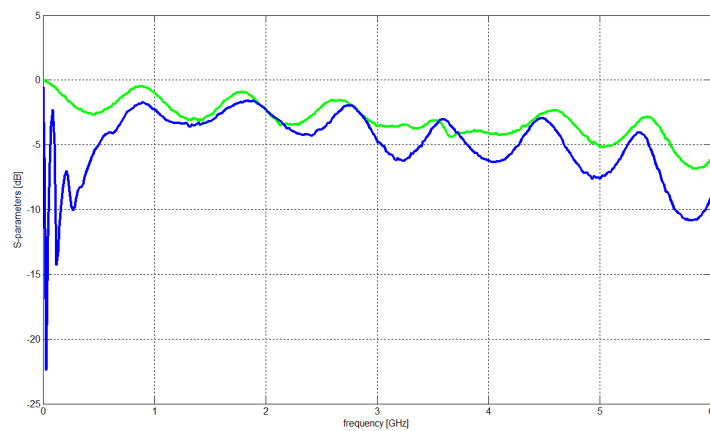

Figura 9: Comparación para líneas de diferente impedancia.
3. Basado en los gráficos obtenidos, discuta sobre el efecto que tiene el variar Z_0 en una línea de transmisión, conservando su longitud, según el resultado mostrado en la figura 9